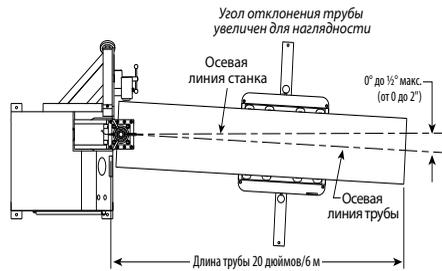

РИС. 4 - УГОЛ КОНТРОЛЯ ТРАЕКТОРИИ
5. Расположите трубную подставку таким образом, чтобы она была отклонена примерно на  $0$ – $1/2^\circ$  влево для угла контроля траектории. Смотрите Рис. 4 ниже.